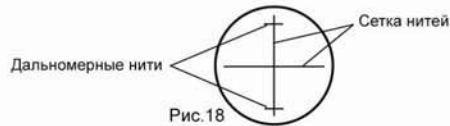

Рис.18
- 1) Наведитесь на рейку и посчитайте количество сантиметровых делений φ между двумя дальномерными нитями. (Рис.18)